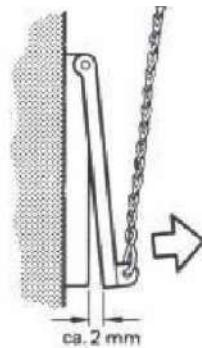

Рис.6
Установите ручку настройки регулятора в положение, соответствующее показанию котового термометра. Если регулятор настроен правильно, то позиция воздушной заслонки будет соответствовать рис.6.
- настройте цепь регулятора заслонки так, чтобы щель составляла примерно 2 мм (толщина спички, рис.6.)